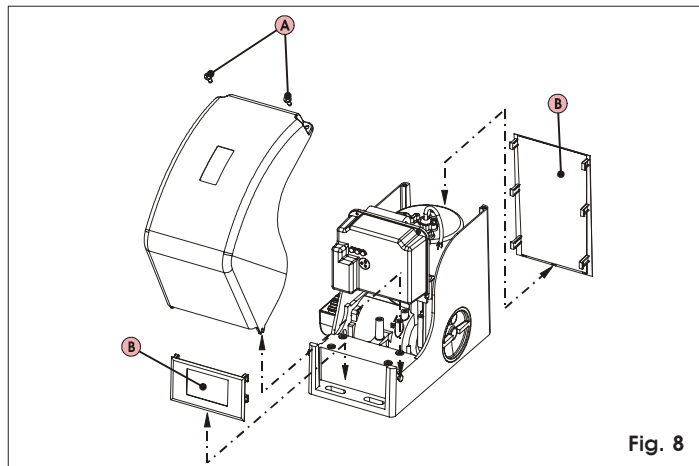

Fig. 8
1) Togliere il coperchio motore svitando completamente le 2 viti di fissaggio superiori (Fig.8 rif.A), ruotare il coperchio di circa 30° ed estrarlo verticalmente. Sfilare le 2 protezioni laterali (Fig.8 rif.B).